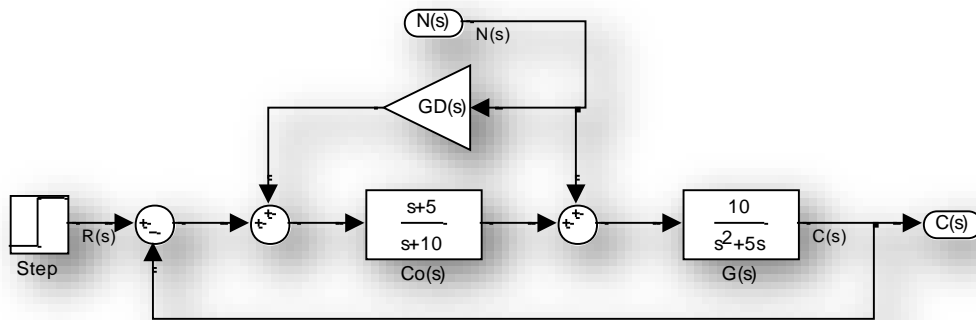

Figura 2
38. En la Figura 2 se muestra otra forma de aplicar esta técnica. Aplicando los mismos conceptos, diseñar $G_D(s)$.